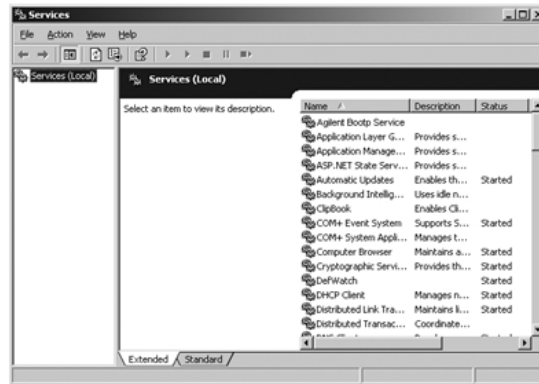

Figura 46 Pantalla Servicios de Windows
- 1 En el panel de control de Windows, seleccione **Herramientas administrativas > Servicios**. Aparece la pantalla **Services**, consulte Figura 46 en la página 265.